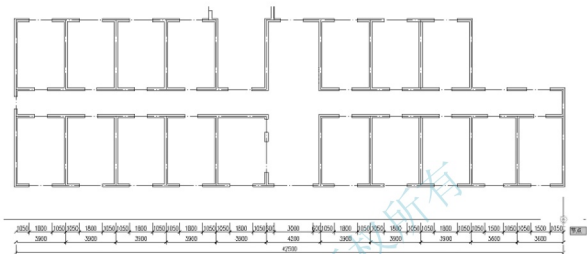

图 3.50 指定第二条尺寸界线原点
(3) 在指定第二条尺寸界线原点或 [放弃(U)/选择(S)] <选择>: 提示下, 将光标向右拖动, 捕捉图 3.50 所示的第 12 根轴线的尺寸界线的起点作为第二条尺寸界线原点。